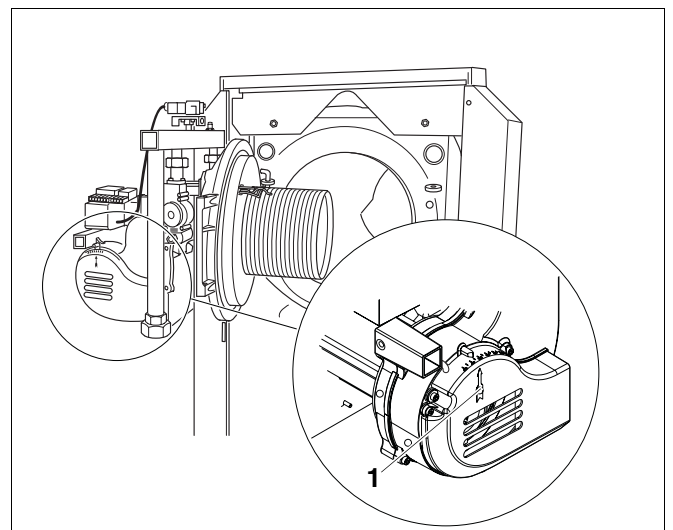

Abb. 21 Brenner in Inspektionsposition bringen
- Brennertür öffnen (Abb. 21).
- ALF Einstellung mit Inbetriebnahmestellung, durch Pfeil (Abb. 21, **Pos. 1**) gekennzeichnet, vergleichen.
Der Zeiger der ALF muss auf Stellung 1,5 fixiert sein (Abb. 21, **Pos. 1**; Fixierung überprüfen)!